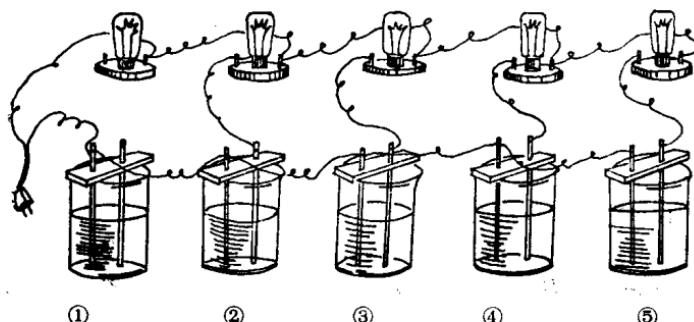

图 2 比较电解质溶液的导电能力
试验物质导电性的装置，如图 2。
(1) 连接电路，装置如图 2。先将烧杯①②③④⑤的导电装置串联一个 15 W 灯泡，然后五组灯泡并联在一起，跟调压变压器的输出相连接。
(2) 量取液体。用量筒依次量取 50 毫升 0.1 M 的盐酸、0.1M 氯化钠、0.1M 氢氧化钠、0.1M 醋酸、0.1M 氨水，分别倒入烧杯①②③④⑤中（每次量取前都要用蒸馏水冲洗量筒两三次）。
(3) 试验导电性。仔细检查线路是否正确、牢固。将调压变压器的指针拨到零处，再将插销插进插座，接通电源。然后慢慢旋转旋扭，把指针拨到 50 V ~ 60 V 左右，观察各灯泡发光的现象。